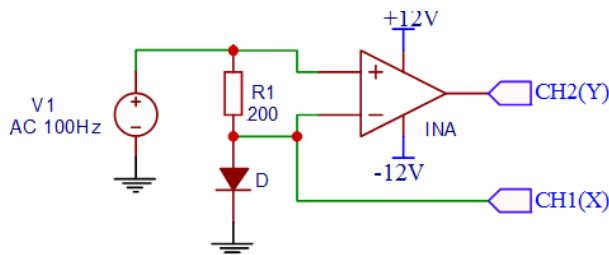

图 7 二极管的伏安特性曲线的测试电路
为了在示波器上显示出二极管的伏安特性曲线，设计如图 7 所示的电路。激励信号可取为频率 100Hz 的正弦信号或三角波信号。使用差分放大器测量电流采样电阻两端的电压并进行放大。设差分放大器的增益为 G ，配合 200 欧姆的电流采样电阻，当二极管流过的电流为 1mA，差分放大器的输出电压为 $0.2G$ (V)。将示波器的通道 1 接二极管的电压，通过 2 接差分放大器的输出，示波器设置为 X-Y 模式，就可以显示元件的伏安特性。